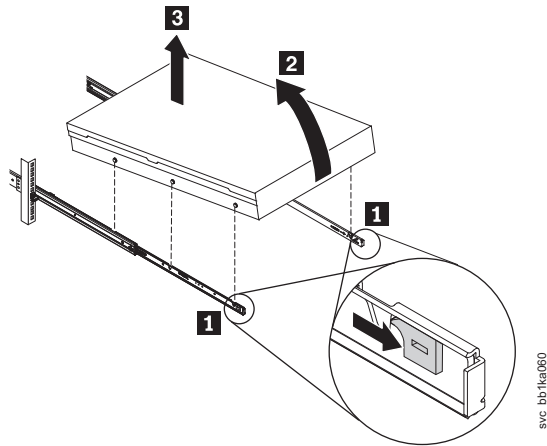

Figura 47. Removendo o nó 2145-CG8 ou 2145-CF8 do rack
4. Puxe para frente as duas presilhas brancas (**1** em Figura 47) no lado dos trilhos, e levante a frente do nó ligeiramente.